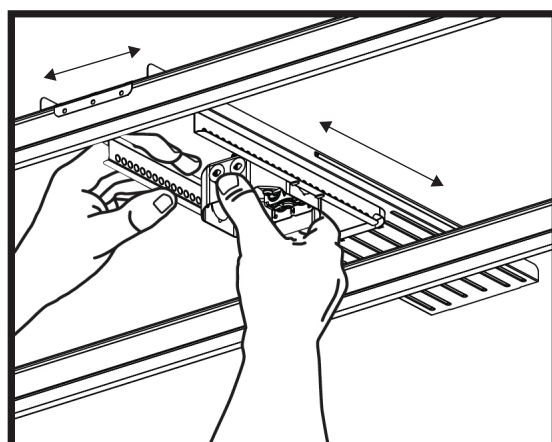

Figure 1
2. Insérez la boîte entre les 2 rebords, tel qu'illustré sur la Figure 1.
3. Ajustez la position de la boîte et du support tel qu'illustré par les flèches de la Figure 1.